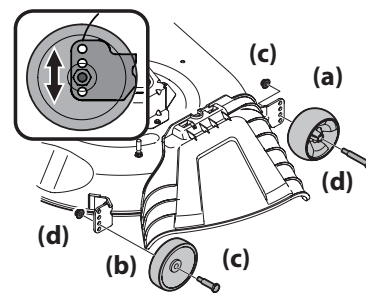

Figure 13
- Retirez les écrous autobloquants (c) et les boulons à épaulement (d) qui fixent les roues au plateau de coupe, puis enlevez les roues avant (a) et arrière (b). Voir Figure 13.